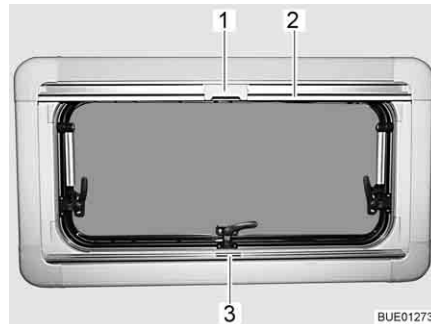

Fig. 84 Fenêtre projetante
- Saisir le dispositif occultant plissé par le centre de la barre-poignée (Fig. 84,3), le tirer du bas vers le haut et le relâcher à la hauteur voulue. Le dispositif occultant plissé reste alors à cette hauteur.
- Tirer la moustiquaire par la barre-poignée (Fig. 84,2) vers le bas jusqu'à ce qu'elle entre en contact avec celle du dispositif occultant plissé (Fig. 84,3).
- Verrouiller le cran (Fig. 84,1) de la moustiquaire avec la barre-poignée du dispositif occultant plissé.
- Presser le cran (Fig. 84,1) en haut de la moustiquaire vers l'arrière.
- Ramener lentement la moustiquaire en arrière au moyen de la barre-poignée (Fig. 84,2).